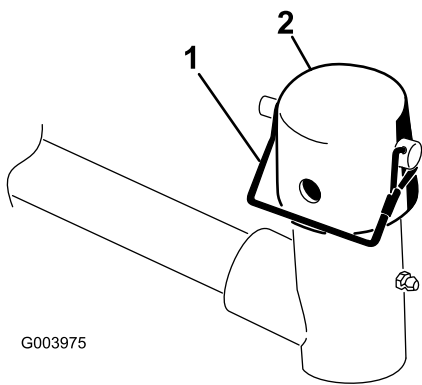

Bild 10
7. Entfernen Sie den Klappstecker und den Lastösenbolzen der Stift- und Verbindungsleinenbaugruppe des Hubarmgelenkjoch. Entfernen Sie dann die Kappe (Bild 10).
11. Befestigen Sie die Kappe und die Trägerrahmenwelle mit dem Einraststift am Hubarmjoch (**Bild 10**).